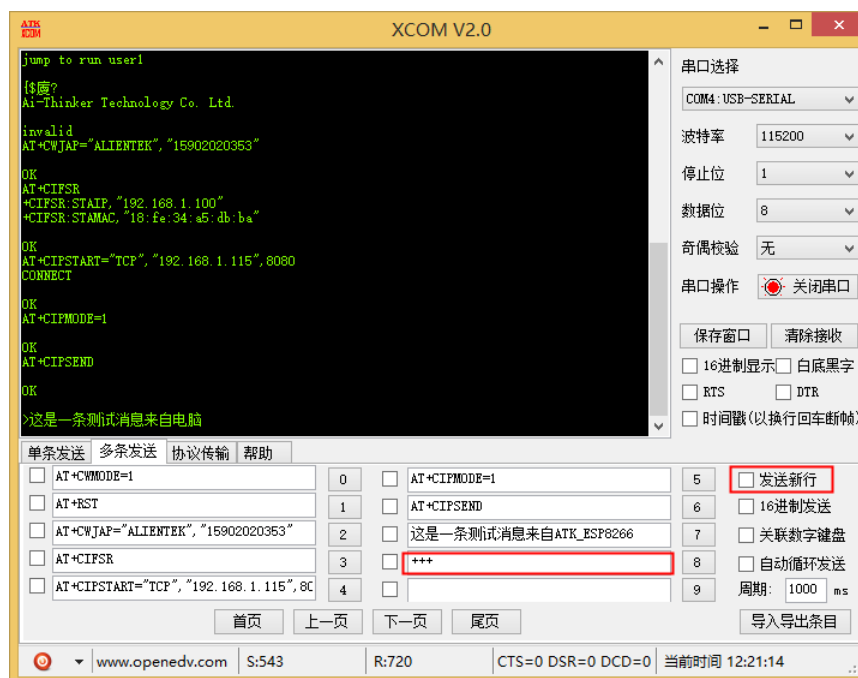

图 2.3.9.4 模块退出透传模式
**AT+SAVETRANSLINK=1,"192.168.1.xxx",8086,"TCP"**，设置模块为上电自动连接到 TCP Server：192.168.1.xxx，8086，并进入透传模式。当发送 **AT+SAVETRANSLINK** 指令后，模块断电再上电会自动进入透传模式，此时发送 **AT** 指令模块是不会回复的（即使透传的服务器不存在，模块也会进入透传模式的）。模块要恢复到 **AT** 指令模式参考图 2.3.9.4 先退出透传模式，然后勾选发送新行，再发送“**AT+SAVETRANSLINK=0**”，这样上电模块就不会再上电进入透传了。